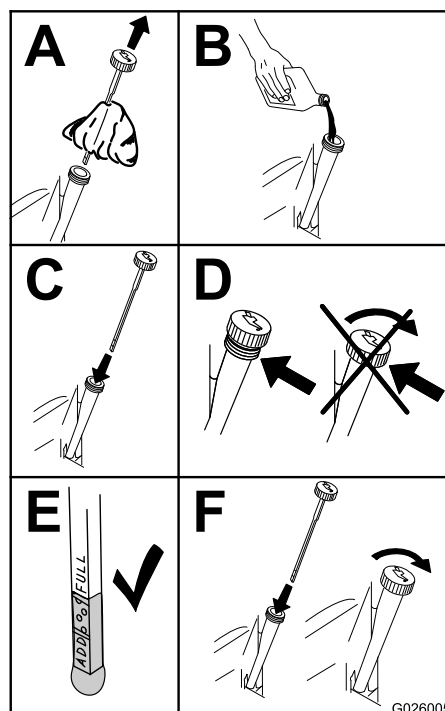

Figure 40
4. Versez lentement environ 80 % de l'huile spécifiée dans le tube de remplissage, puis faites l'appoint lentement pour faire monter le niveau jusqu'au repère maximum (Full) (Figure 40).